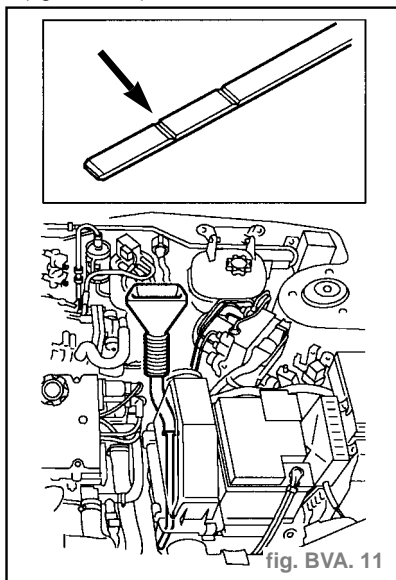

fig. BVA. 11
- A l'aide d'un entonnoir sur l'extrémité du tube de la jauge de niveau, remplir prudemment la boîte de vitesses de liquide CVT neuf, jusqu'au repère minimum (fig. BVA. 11).